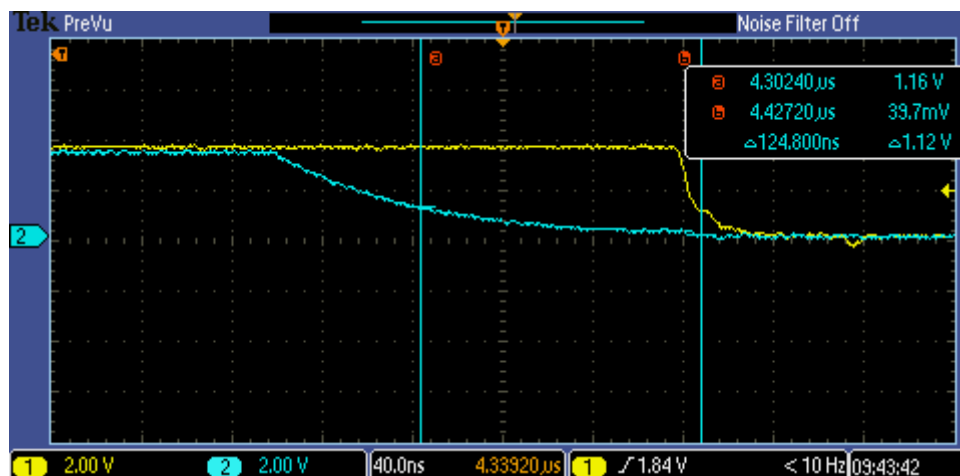

Abbildung 4: Laufzeitverzögerung beim Sprung von 1 auf 0
- High- zu Low-Pegel: $\Delta_s = 124,8 \text{ ns}$ (Abbildung 4)